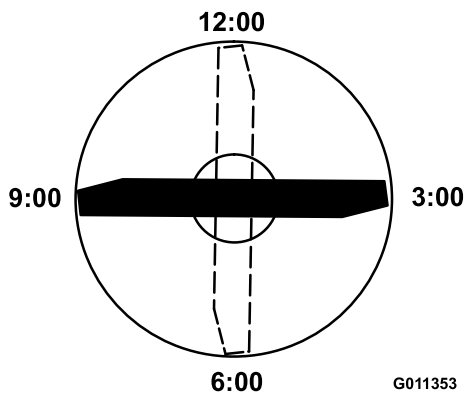

Bild 72
- Positionieren Sie die Schnittkante der markierten Messerseite in die 12-Uhr-Stellung (geradeaus in Mährichtung) (Bild 72) und messen die Höhe vom Tisch bis zur Schnittkante.
- Drehen Sie die markierte Seite des Messers auf die 3- und die 9-Uhr-Stellung (Bild 72) und messen die Höhe.